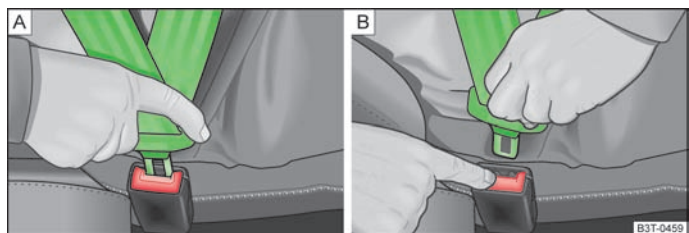

Fig. 79 Bouclage/débouclage des ceintures de sécurité
- Engagez la languette dans la boucle du siège correspondant » fig. 79 – A] jusqu'à ce qu'elle s'enclenche de façon audible.
- Appuyez sur la touche rouge de la boucle » fig. 79 – B], la languette est éjectée.